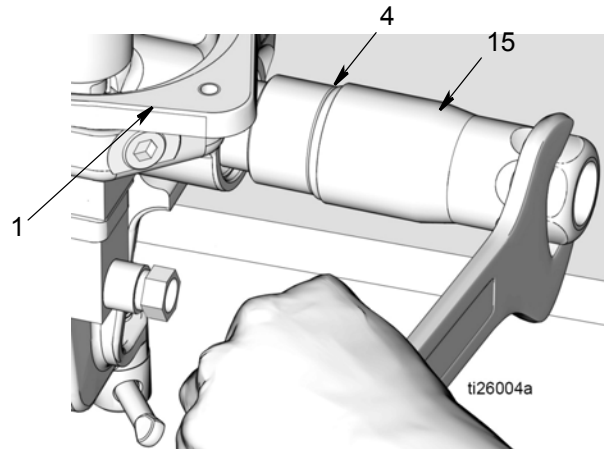

FIG. 23
- e. Mettre les joints toriques (7, 41) et l'écrou (5) au rebut en respectant les réglementations concernées.
16. Déposer le clapet anti-retour de sortie (15) de la base de la pompe (1) (FIG. 23). Enlever le joint torique (4) du clapet anti-retour de sortie. Mettre le joint torique au rebut en respectant toutes les réglementations concernées.